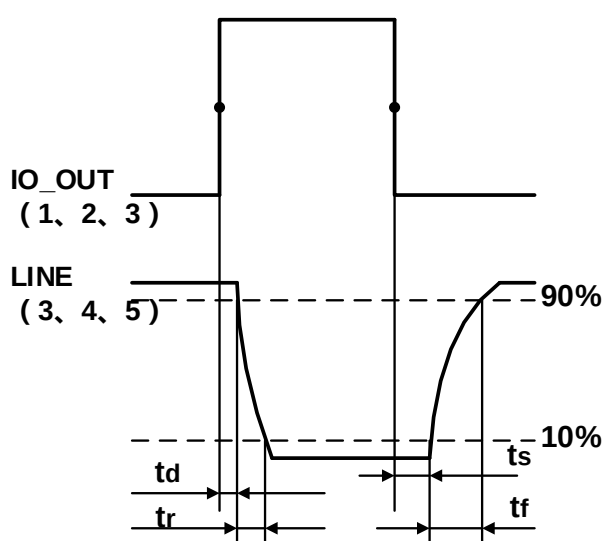

图 3-7 光耦隔离输出电路参数
- 上升沿延时= t_r+t_d : $<50\mu s$ (0°C~45°C) , 参数说明见图 3-7
- 下降沿延时= t_s+t_f : $<50\mu s$ (0°C~45°C) , 参数说明见图 3-7